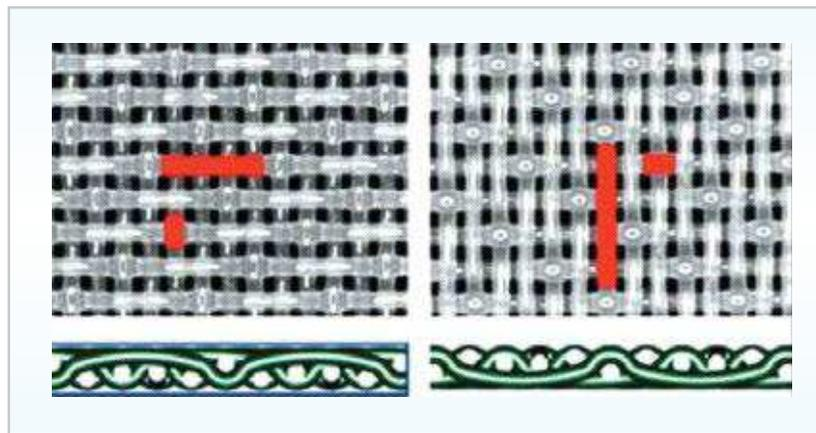
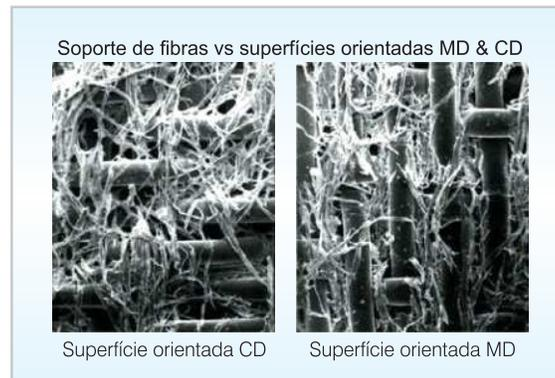

Figura 5: Larga unión del CD & MD
Imagen 1: Soporte de fibras en la dirección MD (derecho) y CD (izquierda) para la dirección de las fibras
**Topografía de la superficie.** La topografía de la superficie del lado superior de la tela, es probablemente uno de los factores más importantes de comparación entre éstas. Existen básicamente dos tipos de superficies de telas formadoras: una, dominada por largas uniones en MD y otra, por largas uniones en CD. La figura 5, ilustra estos dos tipos de superficie, los cuales pueden tener gran impacto sobre la dirección de la fibra en la tela. Las fibras de la mezcla depositada por la caja de entrada, están alineadas principalmente en forma MD en grado variable, dependiendo del ajuste de la máquina. Cuando las fibras, orientadas inicialmente en MD, caen sobre la tela alrededor de una unión MD larga o se mueven en dirección a la unión CD larga, dan como resultado la formación de una estructura interna con fibras orientadas en sentido MD o CD. Este fenómeno está ilustrado en la imagen 1. Esta condición también afectará el drenaje sobre la tela. Si las fibras se mantienen en la superficie de la tela, ésta permanecerá más abierta y por lo tanto tendrá un mejor drenaje.